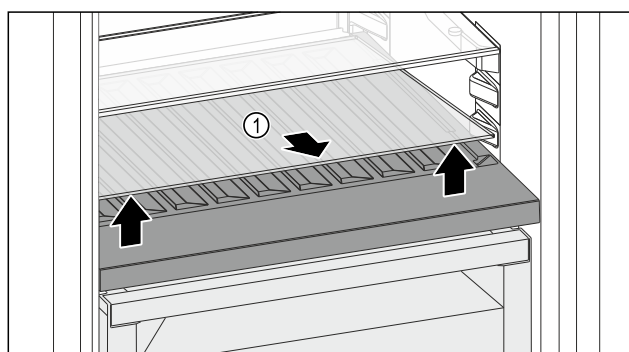

Fig. 116
- ▶ Soulever la plaque de verre Fig. 116 (1) au niveau de l'évidement avant et la retirer.
- ▶ Entreposer la plaque de verre *Fig. 116 (1)* dans un endroit sûr hors de l'appareil.